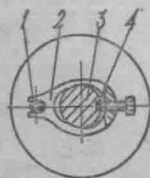

图 4 工件安装的方法
三、工件的安装(图 4)与注意事项
2. 为适应强力切削, 防止工件在鸡心夹内旋转, 提高分头效率, 应使用图 4 中所示的带 U 形槽口的鸡心夹, 并应在毛坯的一端钻一个防滑浅孔, 将紧固螺钉压紧于防滑浅孔处。